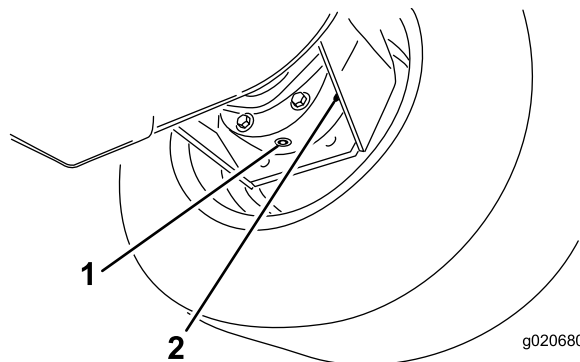

**Figura 104**
1. Con la macchina parcheggiata su una superficie piana, posizionate la ruota in modo che un tappo di controllo si trovi nella posizione inferiore (ore 6) (Figura 104).